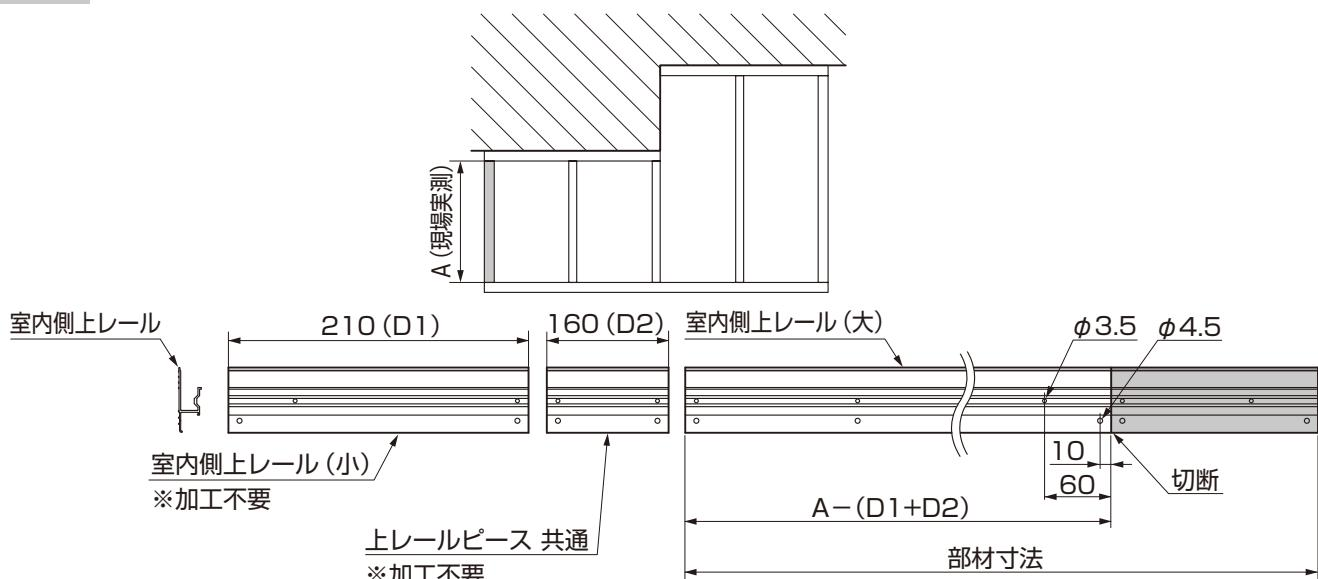
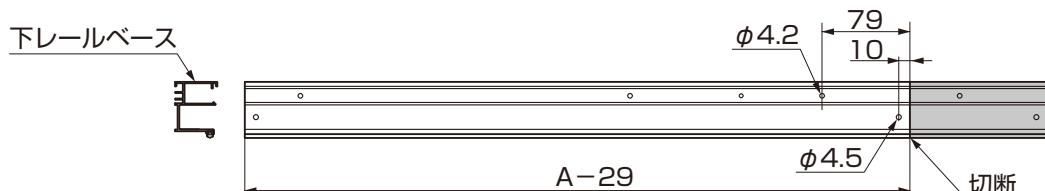
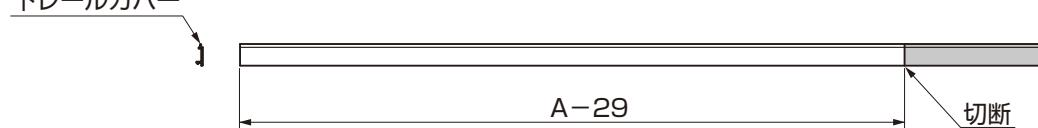

図 3-1
図 3-2
図 3-3
①出幅違い側の方立 B～柱内寸法を実測してください。
②図 3-1、図 3-2、図 3-3 を参照して、各部材をそれぞれ加工してください。